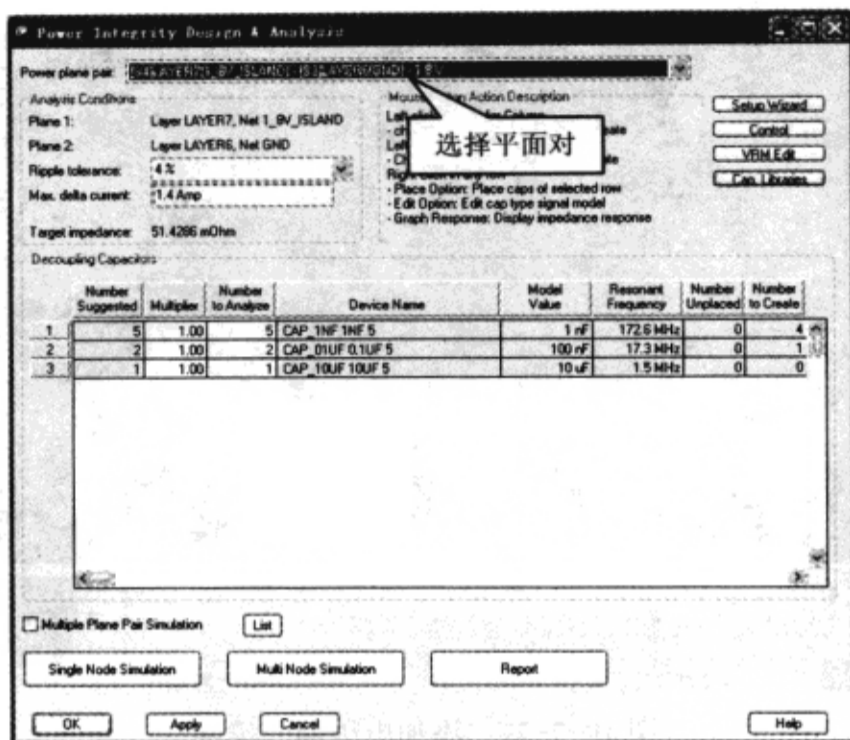

图 10-7-75 选择平面对
(1) 在“Power Integrity Design & Analysis”对话框顶部“Power plane pair”栏中选择“[S4]LAYER7(1\_8V\_ISLAND) - [S3]LAYER6(GND) - 1.8V”，在对话框中会列出上一步所选择的平面对，如图 10-7-75 所示。